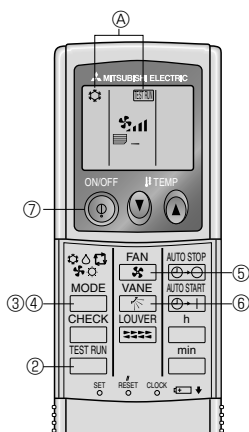

Fig. 7-2
7.2.2. Utilizar o controlo remoto sem fio (Fig. 7-2)
- ① Ligue a alimentação à unidade pelo menos 12 horas antes do ensaio.
- ② Prima o botão duas vezes continuamente. (Inicie esta operação a partir do estado do visor do controlo remoto parado.)
- ③ Carregue na tecla para activar o modo COOL e verifique se sai ar frio da unidade.
- ④ Carregue na tecla para activar o modo HEAT e verifique se sai ar quente da unidade.
- ⑤ Prima o botão e verifique se a velocidade do ventilador altera.
- ⑥ Carregue na tecla e verifique se a válvula automática funciona correctamente.
- ⑦ Carregue na tecla ON/OFF para parar o ensaio.